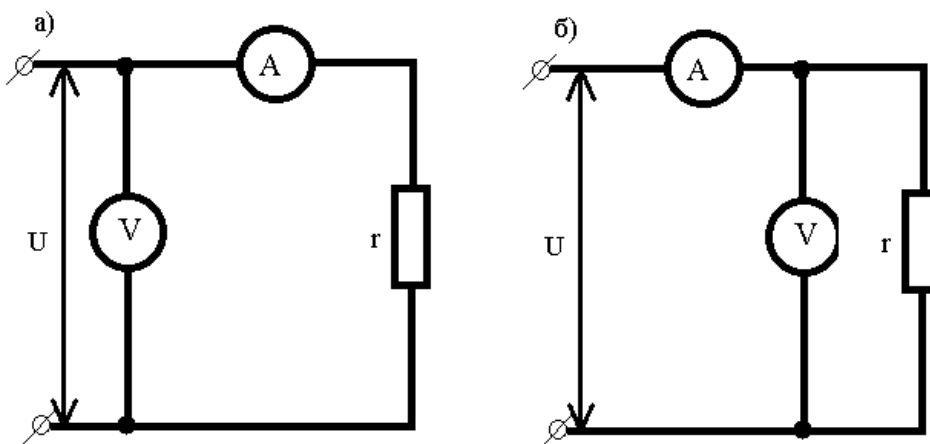

Рис. 6
2. Точное значение сопротивления при измерении методом амперметра и вольтметра по схеме (рис. 6,а)
Точное значение сопротивления при измерении методом амперметра и вольтметра по схеме (рис. 6,б)
1. Вследствие того, что измеряемое сопротивление может быть небольшим, до целых значений *ома*, схема измерения должна быть такой, как показано на рис. 6,б.